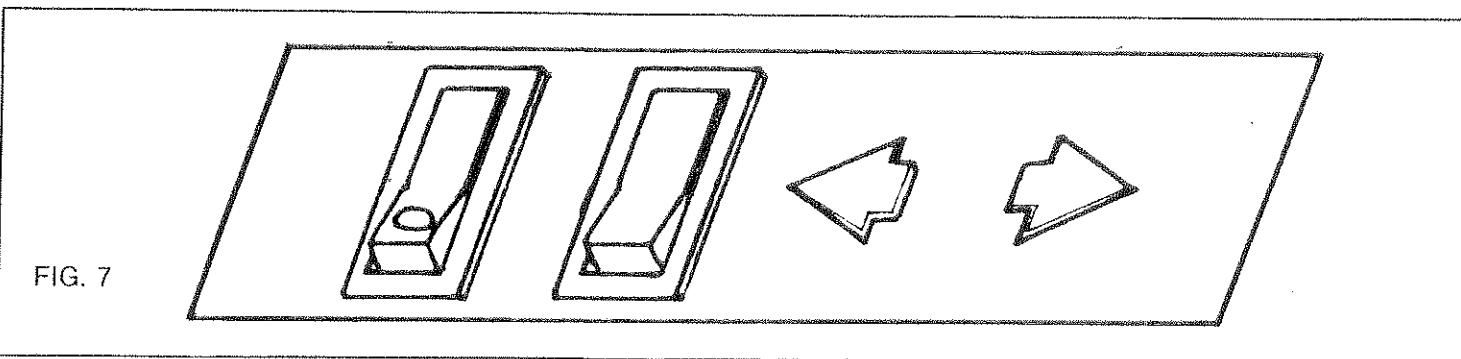

FIG. 7
Abb. 7 - Zeigt die Schalttafel, die aus einem Hauptschalter mit Kontrolllampe, einem Umschalter für den automatischen oder pedalgesteuerten Motorbetrieb und aus zwei Leuchtpfeilen, welche die Richtung des Wagens anzeigen, besteht.
*La figure 7 représente les contrôles du moteur composés d'un interrupteur lumineux, d'un commutateur à deux positions: "Commande automatique" et "Commande au pied", et de deux flèches lumineuses indiquant la direction du chariot.*